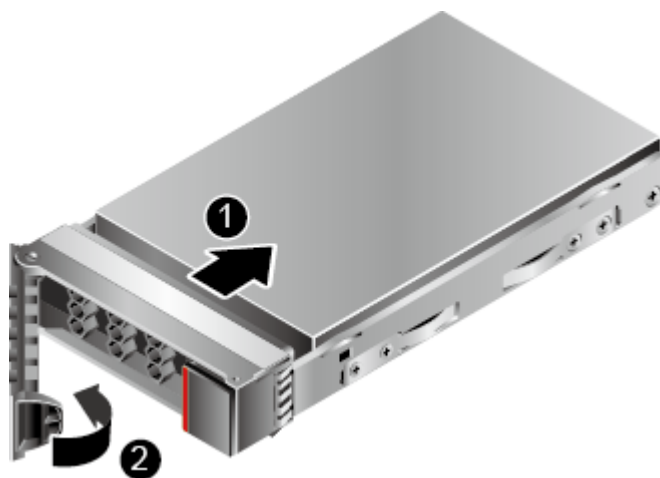

图 5-6 安装硬盘
5. 完全打开硬盘扳手，将硬盘沿硬盘滑道推入机箱直至无法移动，如图 5-6 中①所示。
6. 待硬盘拉手条已经扣住机箱横梁，闭合硬盘扳手，利用扳手和机箱之间的切合力将硬盘完全推入机箱，如图 5-6 中②所示。